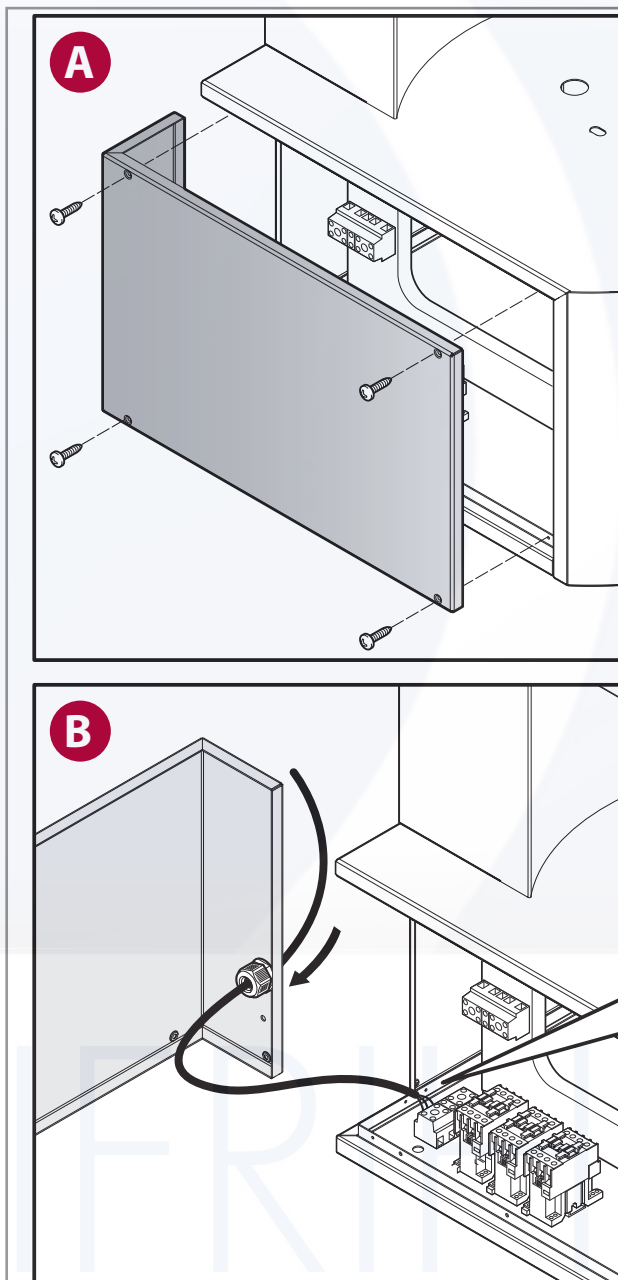

Fig. 11
- Las máquinas destinadas al mercado Americano - UL **NO están equipadas con un cable de conexión y NO están equipadas con un enchufe**. Ambos NO se suministran, deben ser ensamblados por personal calificado y deben ser exclusivamente **del tipo indicado** en la tabla. ► **Fig. 11** Para conectar el cable al equipo, **A** retire el panel lateral izquierdo del producto, **B** pase el cable a través del prensaestopas suministrado y **C** conéctelo correctamente a la regleta de bornes.